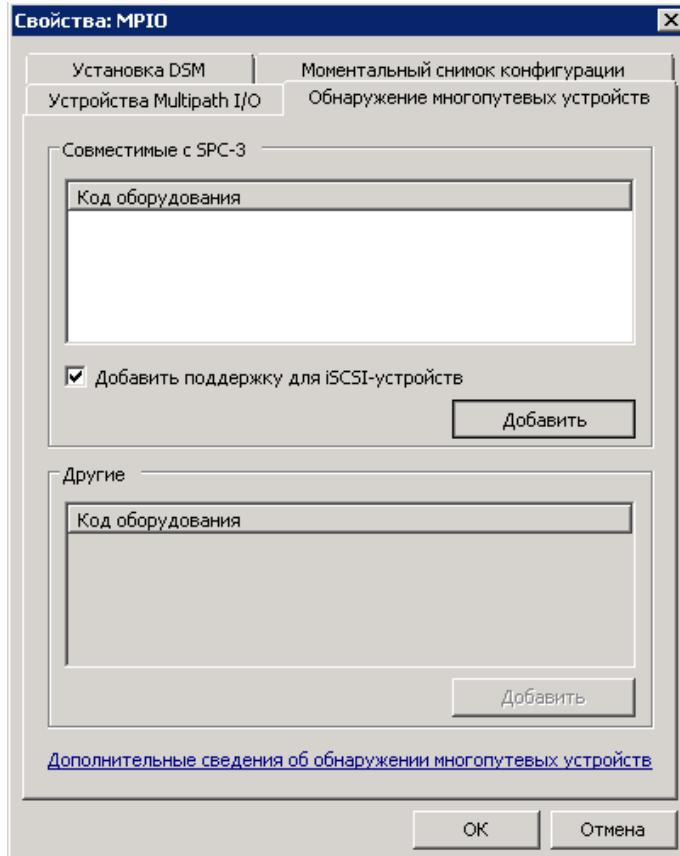

Рисунок 56 – Добавление устройств
- 2) на вкладке «Обнаружение многопутевых устройств» нажать кнопку «Добавить». Система выдаст сообщение о необходимости перезагрузки системы. После перезагрузки в разделе «Управление дисками» панели «Управление компьютером» можно убедиться, что диск будет доступен по нескольким маршрутам (см. Рисунок 56);